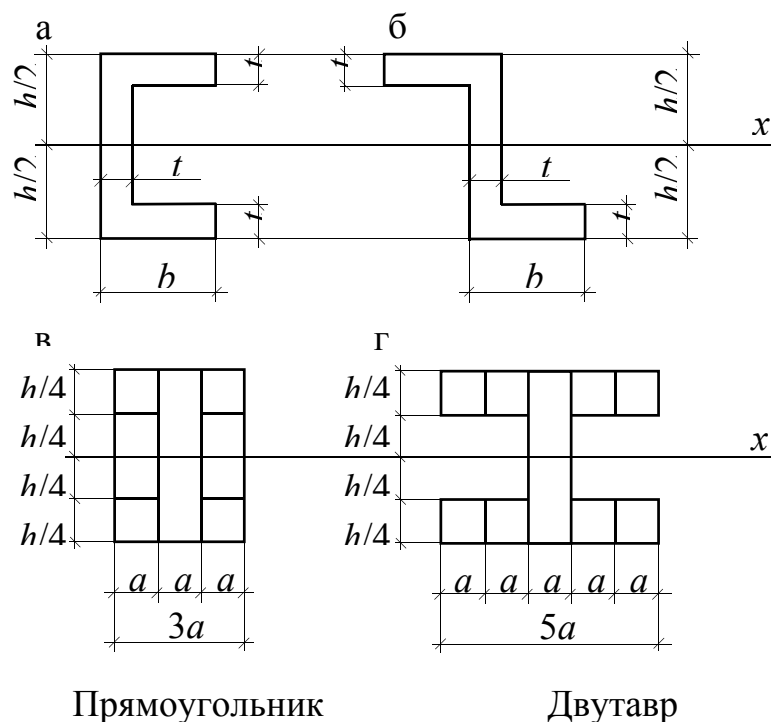

Рис. 4
30. Сравните площади и моменты инерции фигур относительно оси  $x$  (рис. 4).